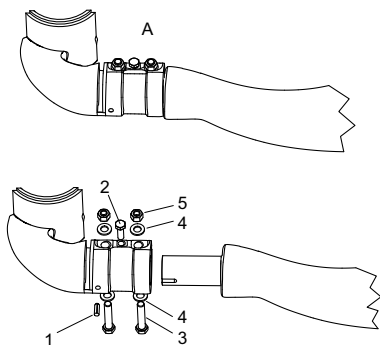

Рис. 16 AFG.xx.180/230
8. Проверить внешний вид лопастей. См. поз. А на рис. 16.